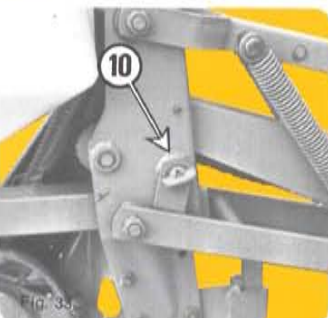

Fig. 33
- 10 Accrochage de l'élément en position relevée : le bouton, par basculement, commande dans un sens l'accrochage en position haute (fig. 33) et dans l'autre sens le décrochage.
- 10 Locking the metering unit in raised position : Moving the lever one way controls the upright position of the unit (fig. 33) and in the opposite direction it puts the unit again in working position.